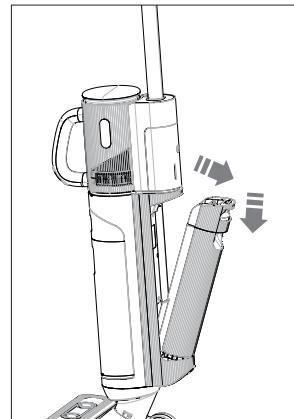

Fig. 6 – Rimozione del serbatoio dell'acqua
- Afferrare l'impugnatura incassata del serbatoio dell'acqua pulita (14) e premere verso il basso il tasto di sblocco del serbatoio dell'acqua pulita (15).
- Estrarre il serbatoio dell'acqua pulita dal corpo dell'apparecchio (**vedere Fig. 6**).